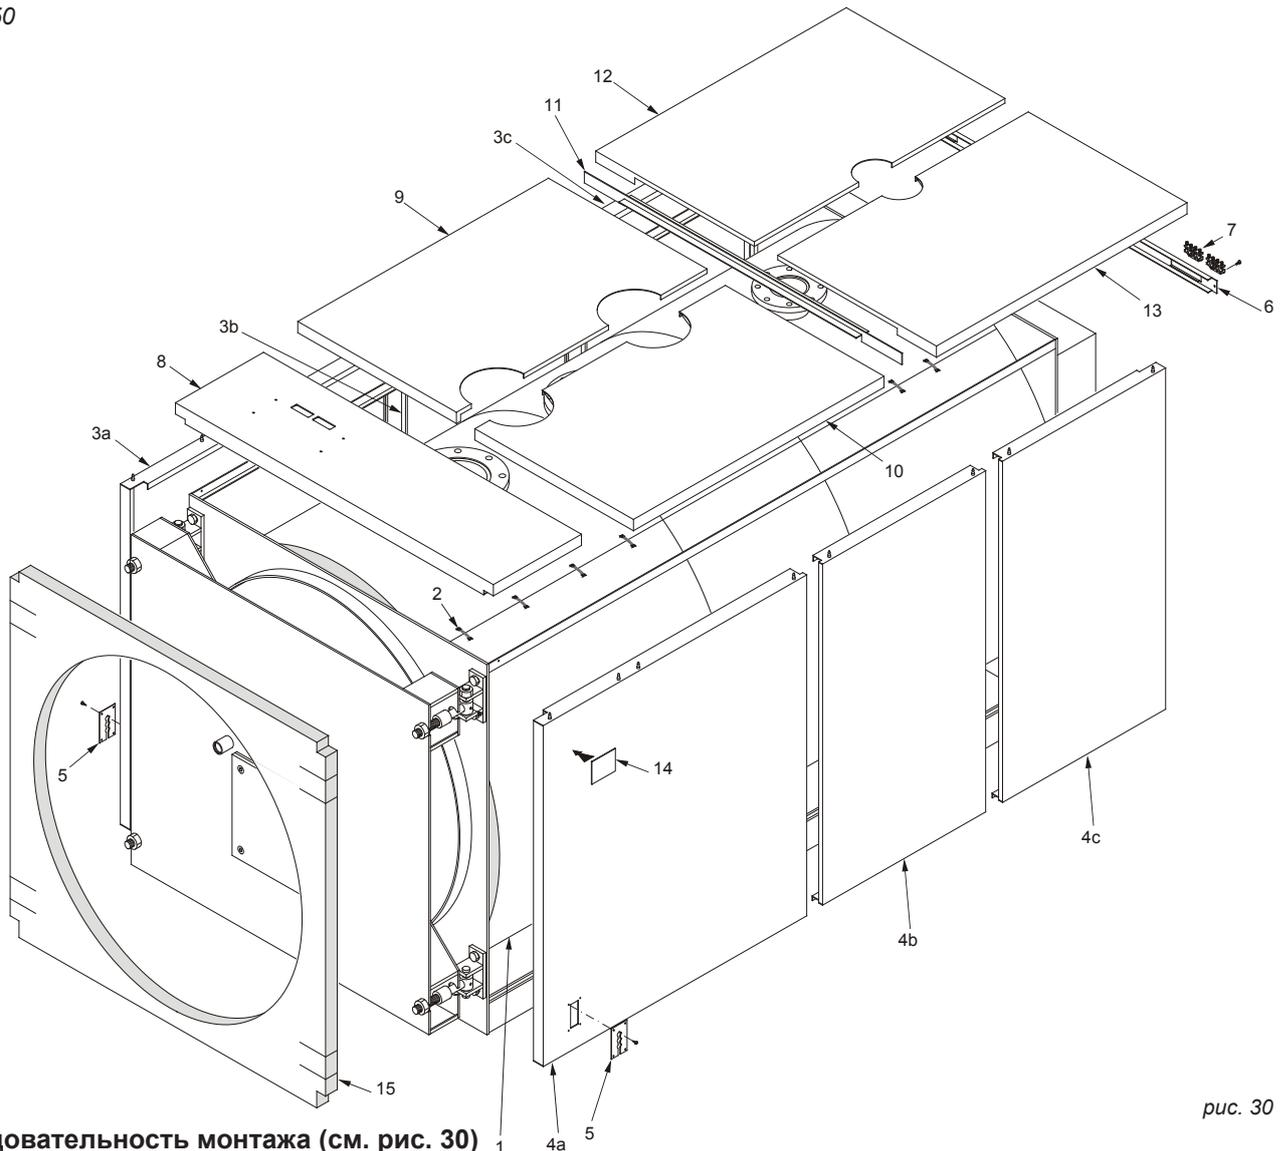

рис. 30
Прим. Для модели **SKD 2650** (см. рис. 30) обшивка и изоляция находятся в четырех коробках.
F) Вставить датчики приборов в манжеты, как показано на рис.30, и подключить панель управления к электропитанию, к горелке, насосам, и т.д.
Последовательность монтажа (см. рис. 30)
- Е) Вставить датчики приборов в манжеты, как показано на рис.30, и подключить панель управления к электропитанию, к горелке, насосам, и т.д.
Е) Вставить датчики приборов в манжеты, как показано на рис. 30, и подключить панель управления к электропитанию, к горелке, насосам, и т.д.